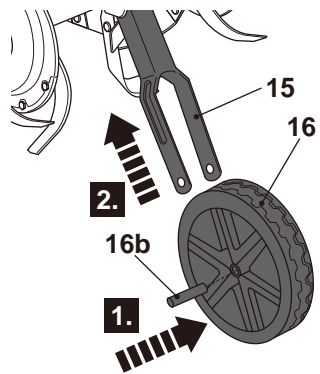

Fig. 5
- > Introduzca la manga (16b) en la rueda (16) (Fig. 5, paso 1) y alinéela con los orificios del soporte de la rueda (15) (Fig. 5, paso 2).